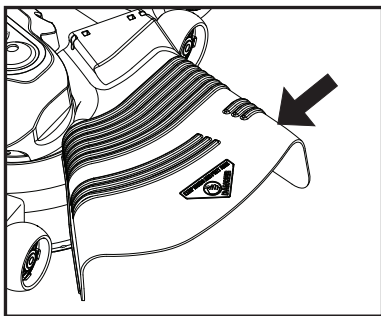

Fig. 10
**ATTENTION: N'utilisez pas la tondeuse sans le déflecteur ou sans le ramasse-herbe s'il y a lieu (Voir La Fig. 10).**